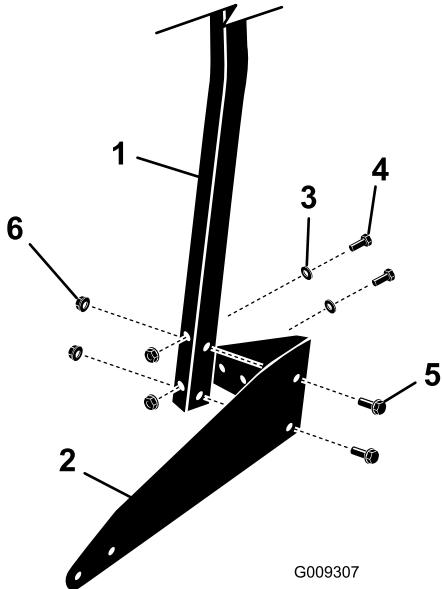

Рисунок 2
- Установите, не затягивая, опорные кронштейны на заднюю опорную трубу при помощи 4 болтов (5/16 x 2-3/4 дюйма), 4 болтов (5/16 x 1-3/4 дюйма), 4 плоских шайб (5/16 дюйма) и 8 фланцевых гаек (5/16 дюйма), как показано на Рисунок 2.